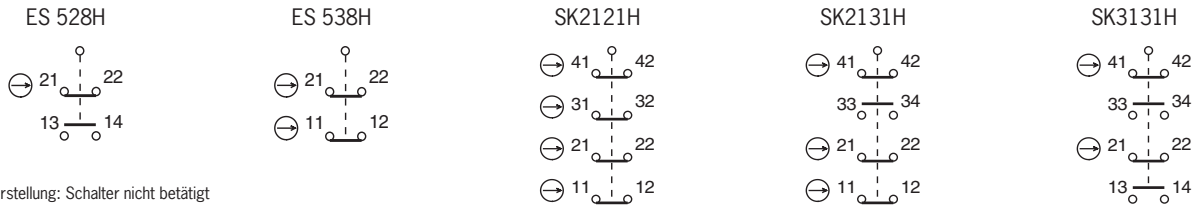

Bild 3: Kontaktbelegung der Schaltelemente
Es muss mindestens ein Kontakt ⊖ verwendet werden. Dieser signalisiert den Zustand der Zuhaltung (Kontaktbelegung siehe Bild 3).
2. Anschließen und Klemmen mit 0,5 Nm anziehen (Kontaktbelegung siehe Bild 3).